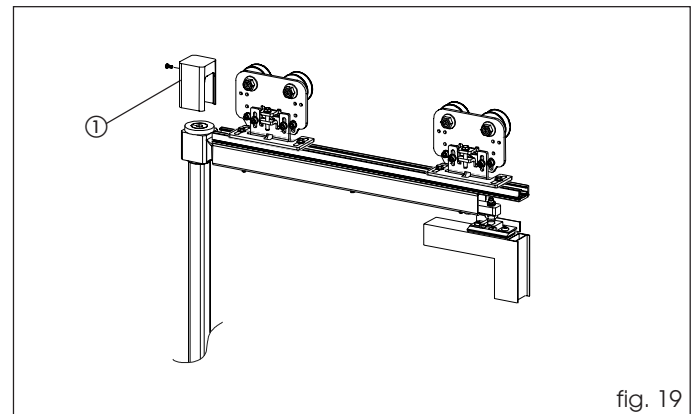

fig. 19
Monteer de afsluitdop met de meegeleverde schroef (fig. 19, ref. ①).